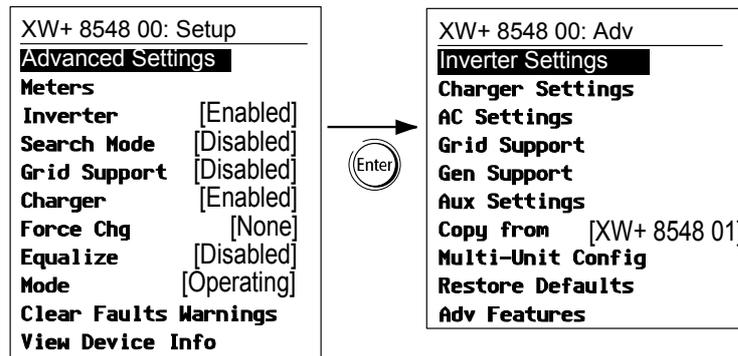

Figura 3-2 Selezione delle impostazioni avanzate
- Dal menu `Setup` (Installazione), selezionare `Basic Settings` (Impostazioni di base) o `Advanced Settings` (Impostazioni avanzate) e premere **Enter** (Invio). Vedere la Figura 3-2.